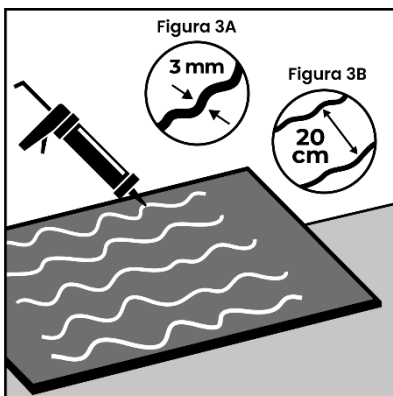

Figura 3
1. Primero coloque el panel en la mesa de trabajo con el lado no impreso hacia arriba, aplique el adhesivo recomendado (Figura 3) teniendo en cuenta que el cordón no debe ser inferior a (3 mm) de espesor (Figura 3a). Esto se puede controlar por el diámetro del orificio en el aplicador de cartucho.